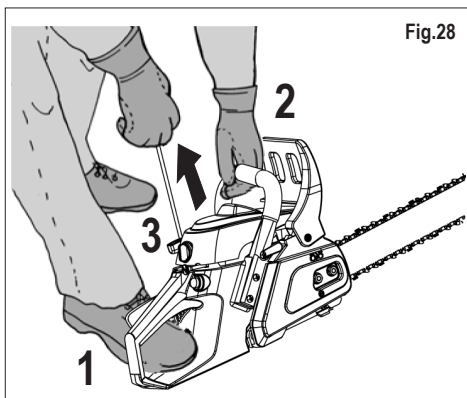

Fig.28
4) Bloquer la tronçonneuse comme en fig.28.
5) Tirer énergiquement la poignée du lanceur, jusqu'aux premières explosions (en général pas plus de 4/5 fois) fig. 28.
7) Continuer à tirer le lanceur (fig. 28) jusqu'à la mise en marche du moteur.